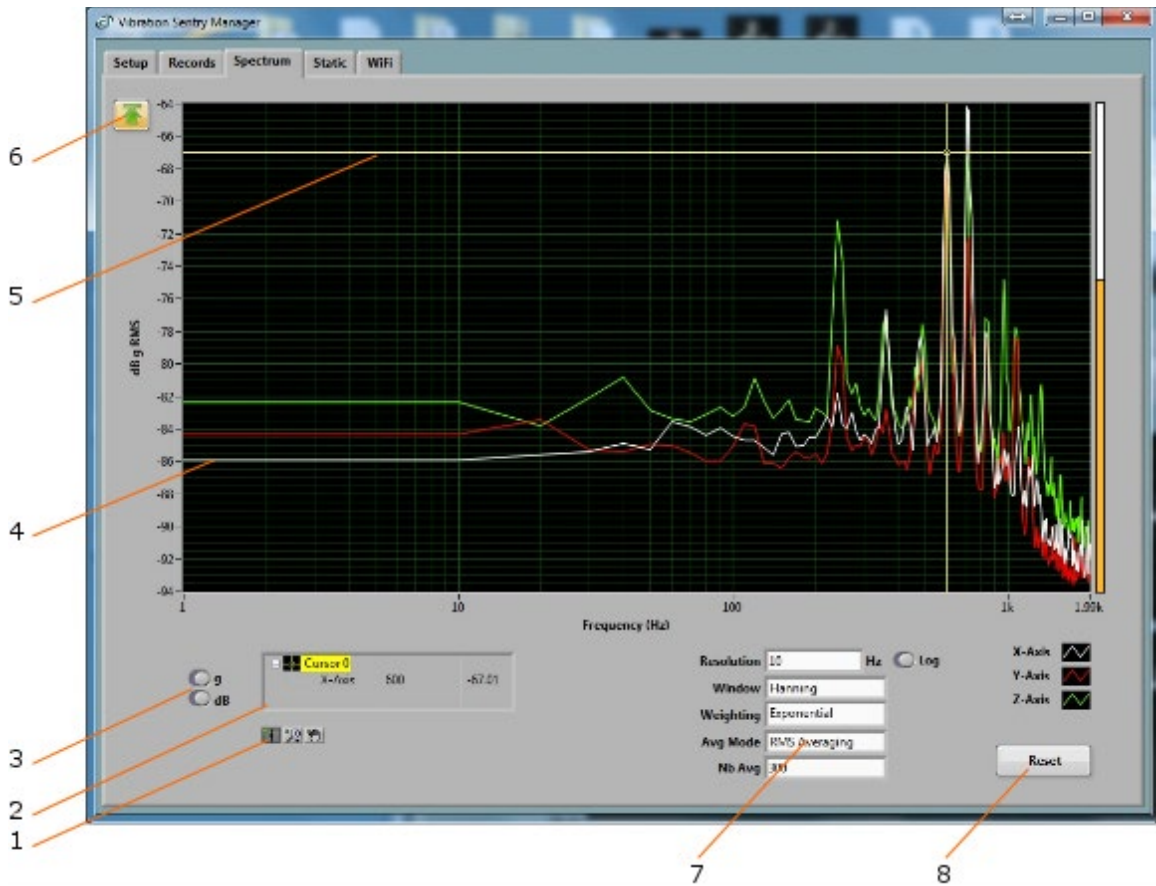

Figure 12 Onglet Spectre
- **L'onglet Spectrum :** Permet d'afficher un spectre de puissance en temps réel mesure par le *VSEW_mk4* (voir Figure 12).